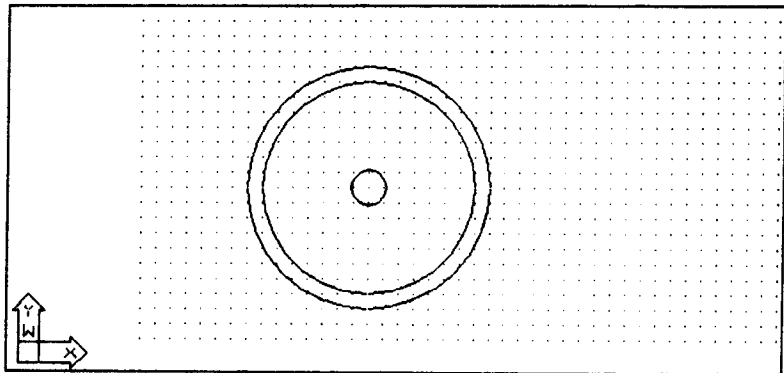

图 1-2-3 闹钟圆面
(4) 绘制闹钟的圆面。单击工具条上的圆形图标再次发出圆形绘制命令。系统要求输入圆心的位置,把鼠标移动到上一个圆的圆心处单击作为圆心。系统询问圆形半径的大小,从命令行输入 70,回车确认,绘制出第二个圆形。照此方法,在相同的圆心处再绘制第三个圆形,它的半径为 10。三个同心圆绘制完毕后,效果如图 1-2-3 所示。